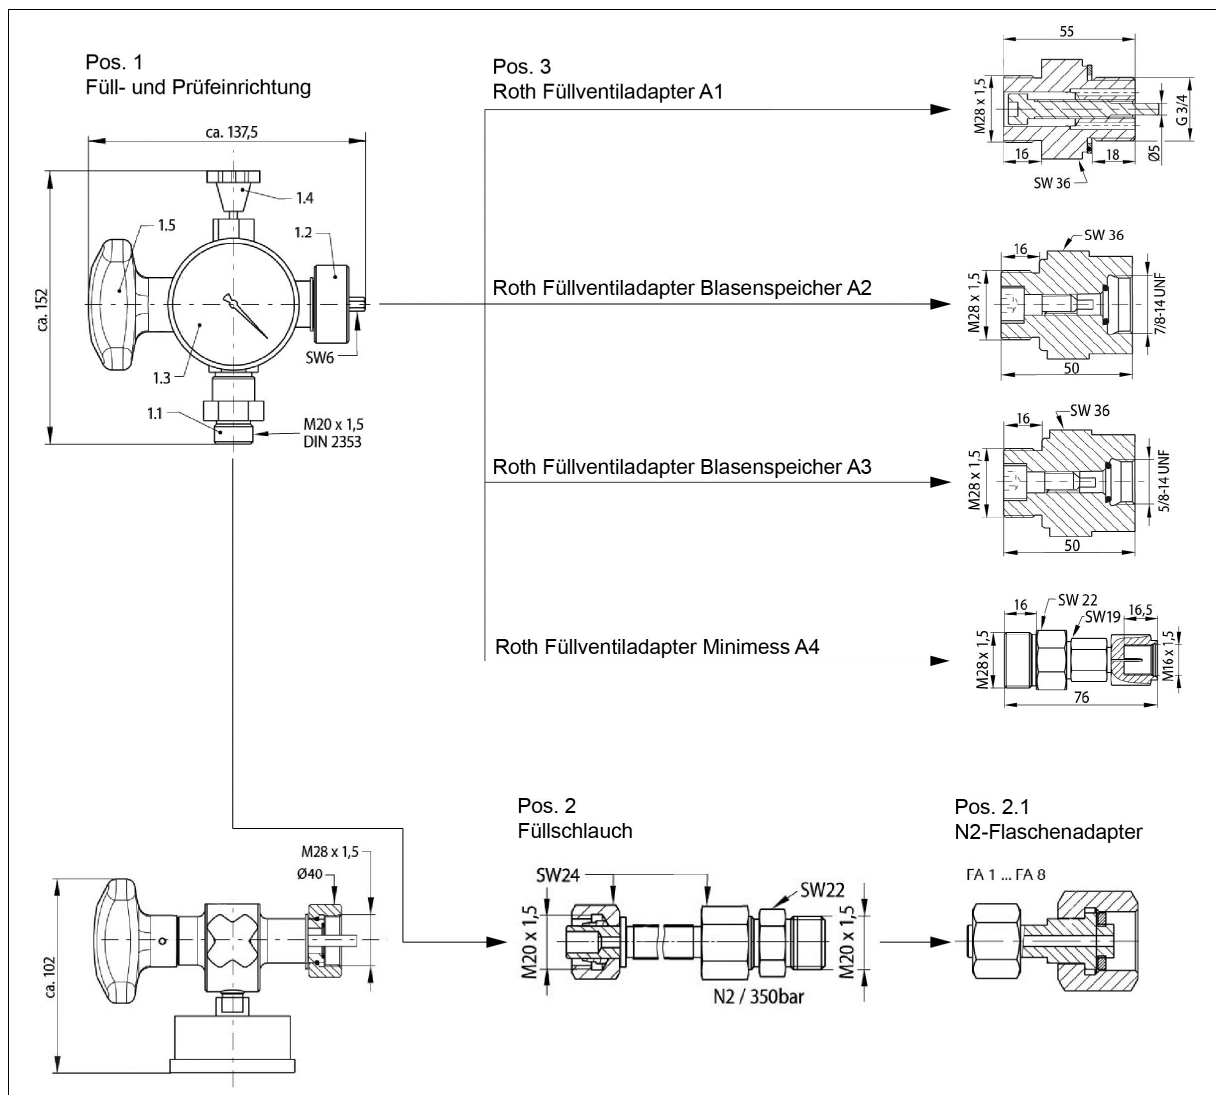

Abbildung 1-1 Roth Füll- und Prüfeinrichtung
Der Einsatz der Füll- und Prüfeinrichtung (siehe Abb. 1-1, Pos. 1) hat nur von geschultem Fachpersonal entsprechend der nachfolgenden Arbeitsanweisung zu erfolgen.
2.	Drehen Sie die Spindel des Druckentlastungsventils (Abb. 1-1, Pos. 1.4) an der Füll- und Prüfeinrichtung (Abb. 1-1, Pos. 1) bis zum Anschlag nach rechts (geschlossen).
5.	Verbinden Sie den entsprechenden Anschluss des Füllschlauchs (Abb. 1-1, Pos. 2) mit dem Anschluss der Füll- und Prüfeinrichtung.
6.	 <p>Verbinden Sie das andere Ende des Füllschlauches (Abb. 1-1, Pos. 2) mit dem Anschluss der N2-Flasche. Hierzu benötigen Sie den entsprechenden N2-Flaschenadapter FA1 ... FA8 (Abb. 1-1, Pos. 2.1).</p> <p>Prüfen Sie vor jedem Füllvorgang den Füllschlauch (Abb. 1-1, Pos. 2) auf Beschädigungen. Um etwaige Gefahren im Falle eines Schlauchabrisses zu vermeiden, sollten entsprechende Sicherheitsvorkehrungen getroffen werden. Installieren Sie z. B. ein parallel zum Füllschlauch gespanntes Abreiß- Stahlseil, welches an mehreren Punkten mit dem Füllschlauch verbunden ist. Bitte beachten Sie, dass die max. Lebensdauer des Füllschlauches von ca. 6 Jahren nicht überschritten werden sollte.</p>
8.	Hierzu ist das Ventil der N2-Flasche so lange zu öffnen, bis der erforderliche Vorfülldruck (P_0) am Manometer erreicht ist. P_0 kann bei geöffnetem Füllventil auch am gaseitigen Manometer des Druckgerätes oder der Speicheranlage abgelesen werden, falls dieser vorhanden ist. Der N2-Flaschenadapter (Abb. 1-1, Pos. 2.1) ist zum Ablesen des P_0 von Zeit zu Zeit zu schließen.
10.	Falls P_0 zu hoch ist, ist dieser bis auf den richtigen Wert mit Hilfe des Druckentlastungsventils (Abb. 1-1, Pos. 1.4) zu reduzieren. Das N2-Flaschenventil muss geschlossen sein.
- Führen Sie die Vorgänge 11 bis 13 durch. Lösen Sie den N2-Flaschenadapter (siehe Abb. 1-1, Pos. 2.1) von dem Füllschlauch (Abb. 1-1, Pos. 2.1) an der leeren N2-Flasche und befestigen den Füllschlauch an der neuen N2-Flasche.
3.	Durch Linksdrehen des Druckentlastungsventils (Abb. 1-1, Pos. 1.4) kann N2 abgelassen werden.
4.	Überprüfen Sie, ob das Druckgerät gasseitig drucklos ist. Ist dies der Fall, muss die Manometeranzeige 0 bar anzeigen. Lassen Sie das Druckentlastungsventil (Abb. 1-1, Pos. 1.4) geöffnet.